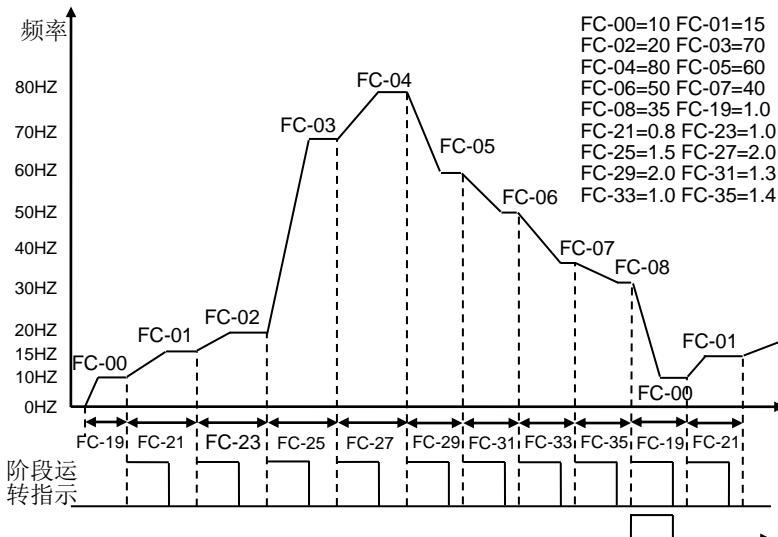

图 6-41B
- 动作说明：**如图 6-41B 所示，当 F0-02=1、FC-16=2、FC-17=9 时，按下 RUN 键，变频器便开始运行，直到 FC-08 运行完成后又自动跳至第一段继续运行，直到按下 STOP 键停止为止。